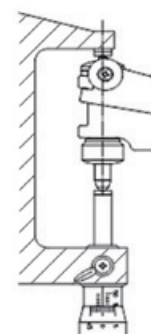

Fig. 4
6. Defina o ponto zero antes de iniciar a medição. Para executar o ajuste inicial com um micrômetro externo, posicione o micrômetro na orientação vertical com o fuso do micrômetro e o batente como mostrado. (Fig. 4)